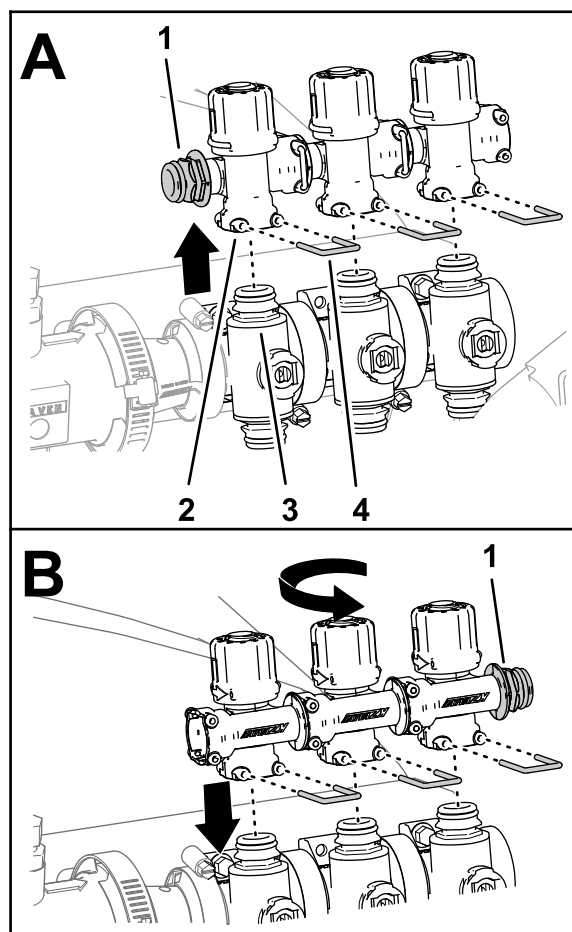

Figura 64
4. Retire os três retentores que prendem as três válvulas de distribuição às válvulas da secção esquerda, central e direita (Figura 64).
5. Levante as válvulas de distribuição das válvulas de secção (Figura 64).
6. Rode as válvulas de distribuição 180° e monte-as nas uniões de desligação rápida das válvulas de secção (Figura 64).
7. Prenda as três válvulas de distribuição nas válvulas de secção com os três retentores que removeu no passo 4 (Figura 64).